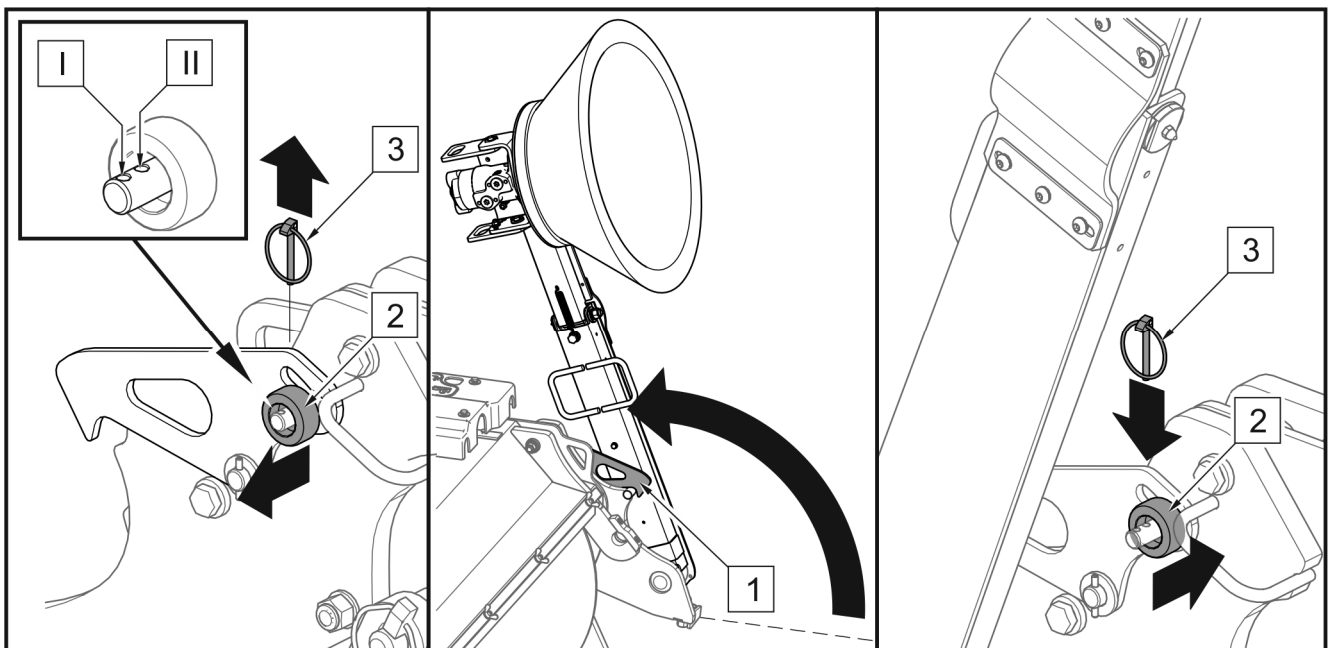

ABBILDUNG 4.14 Anheben der Seitenbürsten
Die Seitenbürsten können unabhängig voneinander angehoben und in der oberen Position verriegelt werden (ABBILDUNG 4.14). Dabei ist wie folgt vorzugehen:
Während des Betriebs oder der Fahrt mit angehobener Seitenbürste (ABBILDUNG 4.14) muss das Stellrad der Sperrklinke (2) festgezogen und mit dem Splint (3) in Loch (II) gesichert werden.
- Seitenbürsten anheben (falls vorhanden) (ABBILDUNG 4.14)